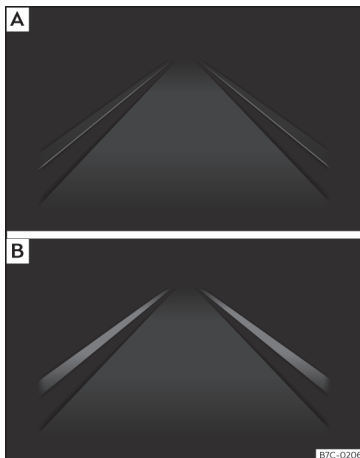

Fig. 223 No ecrã do painel de instrumentos: Indicação no ecrã do sistema de aviso de saída da faixa de rodagem (exemplo 1).
- **Fig. 223 [A]:** O sistema está ativado, mas não está disponível, quer por ter alcançado a velocidade mínima ou por não reconhecer as linhas das vias de circulação.
- **Fig. 223 [B]:** O sistema está ativado e disponível, reconhece as duas linhas da